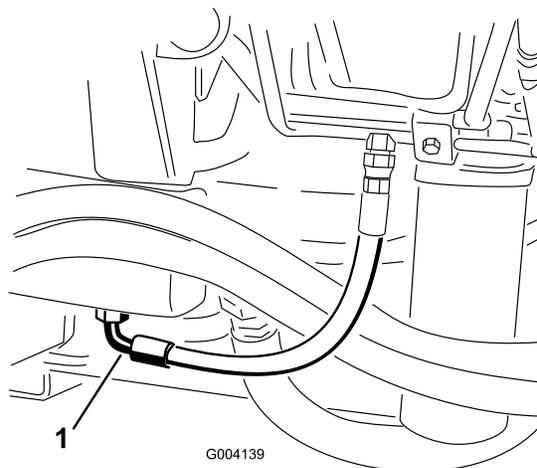

Figura 67
2. Collocate una bacinella di grandi dimensioni sotto il raccordo previsto sulla base del serbatoio del fluido idraulico (Figura 67).